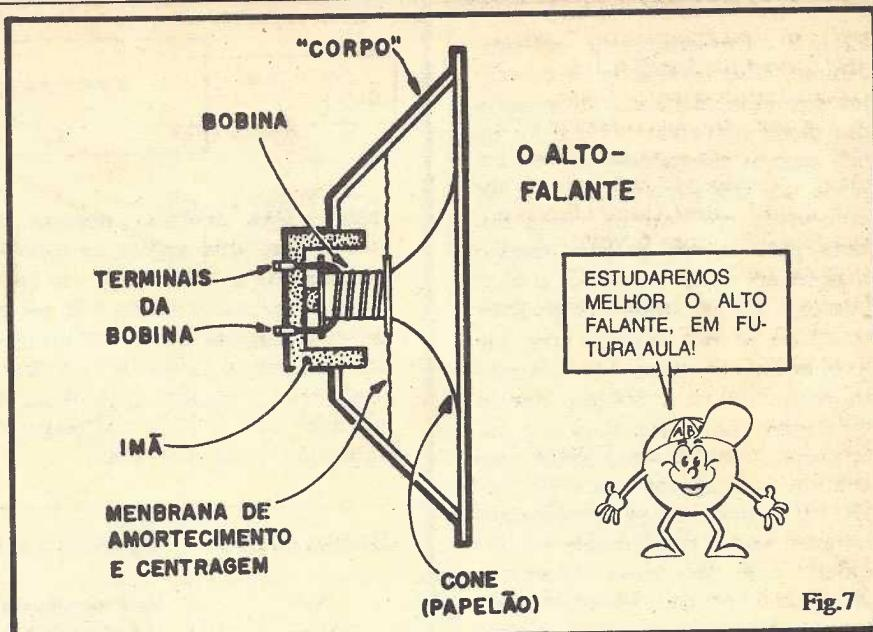

Fig.7
- FIG. 7 - Construção de um alto-falante. Uma **bobina** de fio condutor enrolado, é fixada de maneira que **pode** mover-se no interior de um **campo magnético** proveniente de um **imã** permanente. Ao ser percorrida por corrente, essa **bobina** gera o seu próprio **campo magnético** (esse variável), o qual interage com o campo permanente e fixo do **imã**, fazendo com que a tal bobina **se move**. O movimento realizado pela bobina, dentro do campo magnético é diretamente proporcional à intensidade e ao sentido da corrente que a percorre. O ritmo desse movimento também segue rigidamente a velocidade com que varia a corrente aplicada à bobina... No alto-falante, a bobina está solidária (presa) a um sistema de amortecimento e centragem (que a mantem no centro do conjunto, limitando seus movimentos) e, ao mesmo tempo, a um cone de papelão, com grande área relativa. A vibração da bobina é assim transmitida ao cone, que por sua vez, transmite tal movimento ao ar que o circunda. A rápida compressão e descompressão do ar, causada pelo alto-falante (cone) nada mais é do que SOM (que finalmente ouvimos, na manifestação da SIRENE...)! O Leitor/Aluno deve, então, guardar isso: os ALTO-FALANTES são "transdutores" ou componentes que **podem** "transformar" ou "traduzir" energias... Ele "pega" energia elétrica e a transforma em energia mecânica (acústica) através da movimentação das moléculas que formam o ar... Outros tipos importantes e úteis de **transdutores**, serão vistos em Aulas específicas, quando "chegar a hora"...